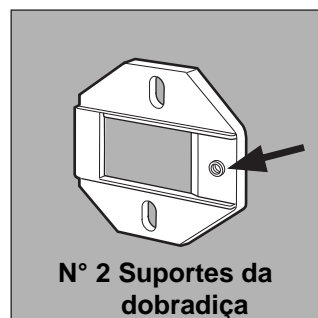

Fig. 1
- Montar os suportes das dobradiças na fachada, posicionando o furo indicado por uma seta na fig. 1 para dentro da fachada, utilizar os parafusos do tipo **C**.